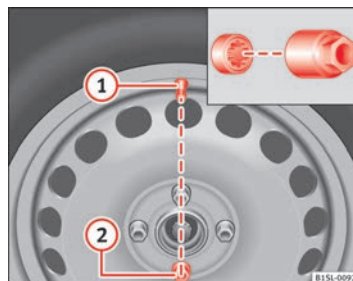

Fig. 142 Changement de roue : Valve du pneu ① et emplacement du boulon antivol de la roue ②.
Sur des roues avec enjoliveur intégral, le boulon antivol de la roue doit être vissé dans la position → fig. 142 (2). Sinon vous ne pourrez pas monter l'enjoliveur intégral.
- Enfoncez l'adaptateur jusqu'en butée sur le boulon antivol de roue → fig. 142.